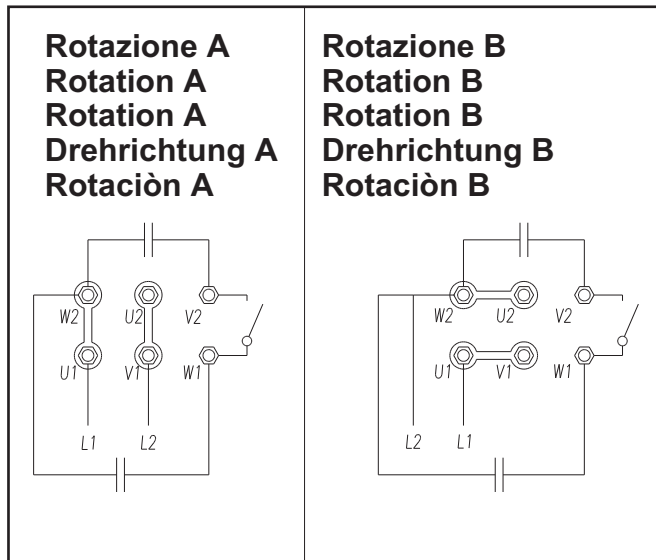
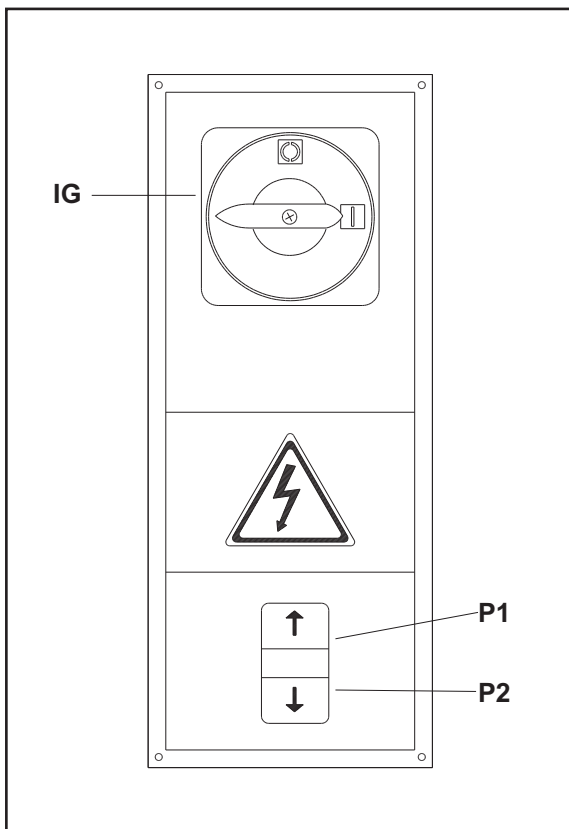

Fig.60 - Abb.60
Fig.61 - Abb.61
- Chiudere il coperchio del quadro elettrico, ruotare l'interruttore generale (IG, Fig.60) in posizione 1, premere il pulsante di salita (rif.P1, Fig.61) e, in caso di discesa dei carrelli, invertire tra loro 2 fasi dell'alimentazione .
- Close the electric panel, set the master switch (ref "IG" in fig. 60) to position 1, then press the LIFT button (ref.P1 in Fig.61); if the carriages descend, invert 2 of the power lines .
- 3) Refermer la porte du coffret électrique, tourner l'interrupteur (IG, fig. 61) sur la position 1 et actionner le poussoir de montée (rep. PI, fig. 61). En cas de descente des chariots, inverser deux des fils de l'alimentation électrique.
- 3) Die Schalttafelabdeckung schliessen, den Hauptschalter (IG, Abb.61) auf 1 stellen, die Aufstiegstaste (Ref. P1, Abb. 61) drücken. Falls die beiden Schlitzen absteigen sollten, sind die beiden Speisephasen umzukehren.
- 3) Cerrar la puertecita del cuadro eléctrico, poner el interruptor general (IG, Fig. 61) en laposición 1, pulsar el botón de subida (ref. P1, Fig. 61) y, en caso de que los carros bajasen, invertir las 2 fases de alimentación.
QUADRO COMANDI FIG.61
CONTROL BOX FIG.61
COFFRET DE COMMANDE FIG. 61
STEUERTAFEL ABB.61
CUADRO DE MANDOS FIG.61